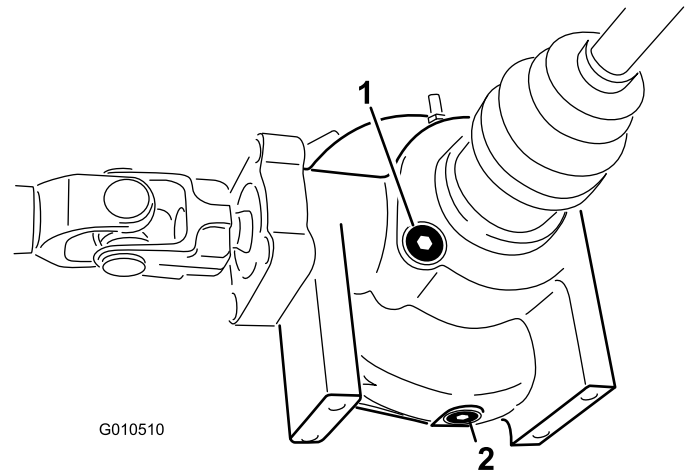

Figura 54
2. Limpie la zona alrededor del tapón de vaciado en el lateral del diferencial (Figura 54). Coloque un recipiente debajo del tapón de vaciado.